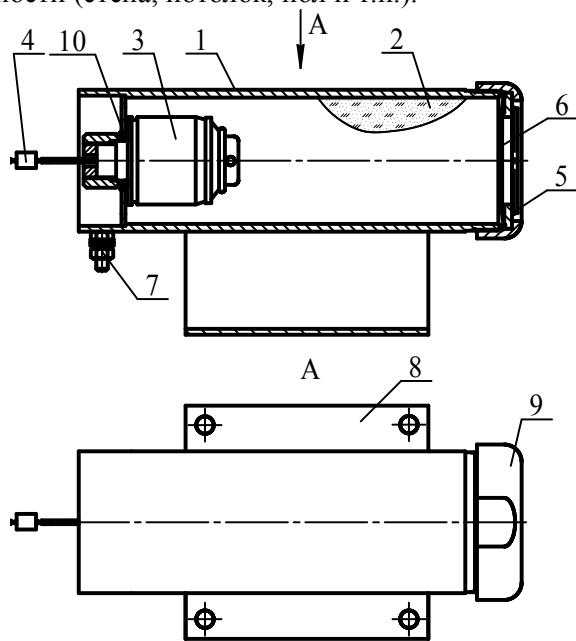

Рисунок 1
- огнетушащий порошок ИСТО-1 ТУ 2149-001-54572789-00 (поз. 2 рисунок 1) - 0,5 кг;
- мембрана черт. СИАВ 634233.007.005 (поз. 6 рисунок 1) - 1 шт.
- ИХГ-0,65(М)-01 СИАВ 066614.025.000 ТУ для МПП нормального исполнения или ИХГ-0,65(М)-02 СИАВ 066614.025.000 ТУ для МПП специального исполнения (поз. 3 рисунок 1) – 1 шт.;
- резиновое кольцо 020-026-36 ГОСТ 9833-73 (поз. 9 рисунок 1) –
4.1.1 МПП (см. рисунок 1) состоит из корпуса 1, в котором размещаются огнетушащий порошок (ОП) 2 и источник холодного газа (ИХГ) 3 с элементом электропусковым 4. В передней части корпуса находится насадок-распылитель 5, выходное отверстие которого перекрыто мембраной 6. Модуль имеет заземляющий зажим 7.